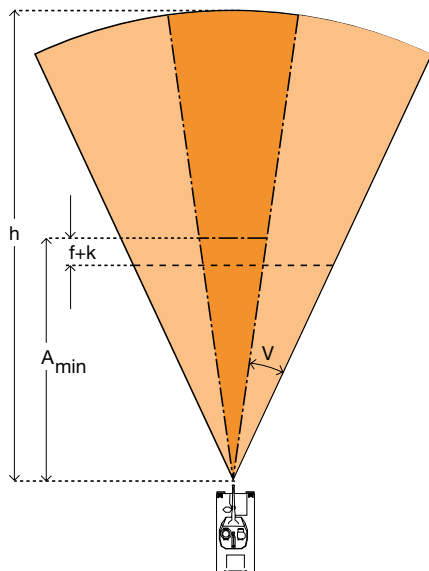
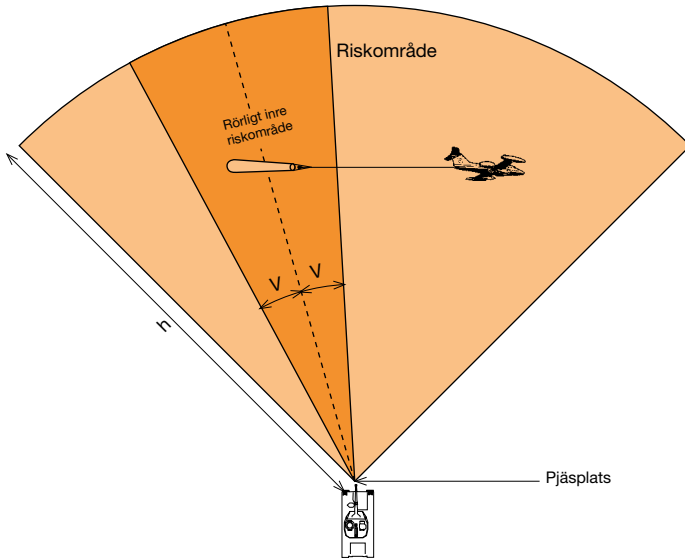

Bild 3.1. Exempel på riskområde vid skjutning mot luftmål
Bild 3.3. Exempel på rörligt inre riskområde
**21. Riskområdets utseende vid skjutning mot luftmål.** – Riskområdets utseende vid skjutning mot luftmål framgår av exempel på *Bild 3.1*.
Det är i allmänhet inte möjligt att spärra av hela riskområden. Det blir därför i regel nödvändigt att – inom det bestämda riskområde som övervakas (se Bild 3.1) – räkna med ett tillfälligt, med målet rörligt inre riskområde (se Bild 3.3). Vid samtidig skjutning mot två bogserade mål räknas med två (inre) riskområden (jämför bestämmelserna i 4:13–21).